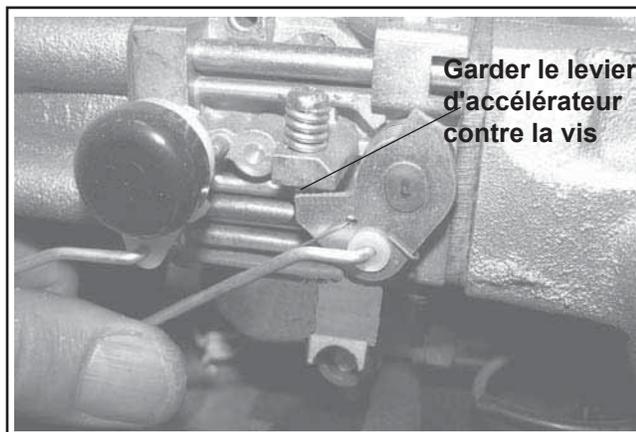

Figure 5-15. Placer le levier d'accélérateur contre la vis de blocage du ralenti (Carburateur bicylindre).
2. Déplacer la commande accélérateur sur la position de ralenti. Garder le levier du régulateur loin du carburateur ou garder le levier d'accélérateur contre la vis de réglage du ralenti pour empêcher le régulateur de s'activer. Voir la Figure 5-15. Vérifier la vitesse à l'aide d'un tachymètre et la régler sur 1 500 tr/min.